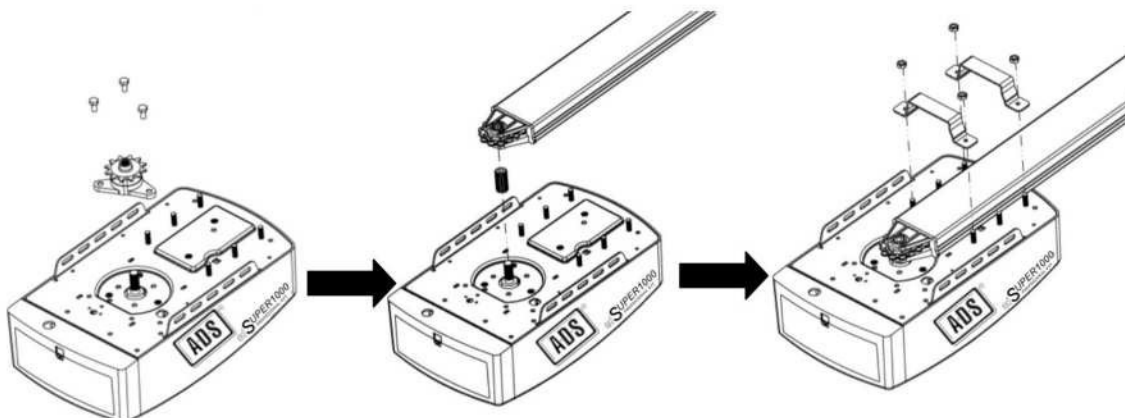

Fig.36
6.1.-Cambio de Riel "T" a Riel "C". (Fig.36)